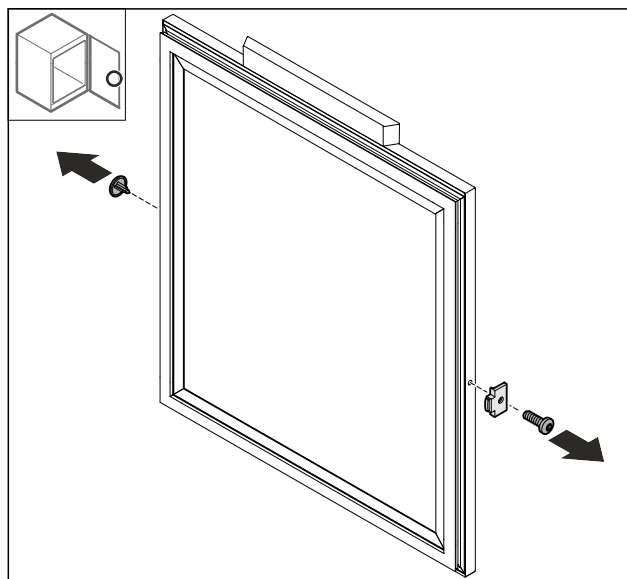

Fig. 77
- Skinite poklopac Fig. 77 (1).
- Demontirajte zaustavljič vrata Fig. 77 (2).